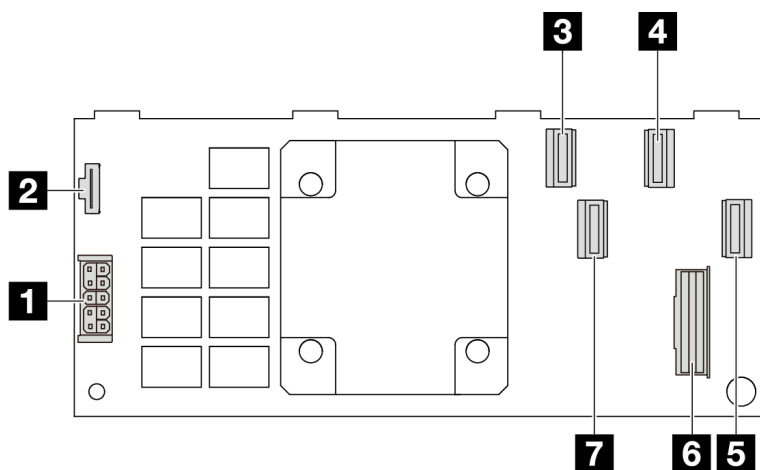

Figura 320. Adattatore RAID CFF 16i Gen 4 (quattro connettori di porta)
- Figura 320 "Adattatore RAID CFF 16i Gen 4 (quattro connettori di porta)" a pagina 359